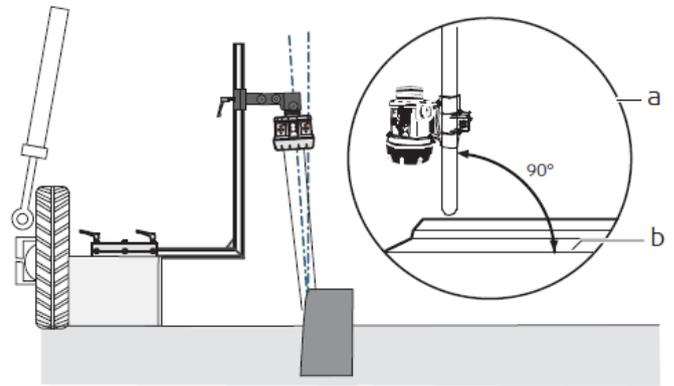
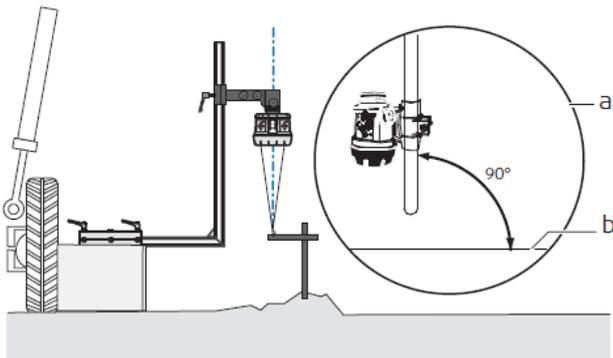

Abb. 21
Abb. 22
- Die Side-Shift Funktion funktioniert nur im Modus (Referenzebene) „Leitdraht (Schnur)“ (Abb. 22) oder im Modus (Referenzebene) „Kante“ (Abb. 21).